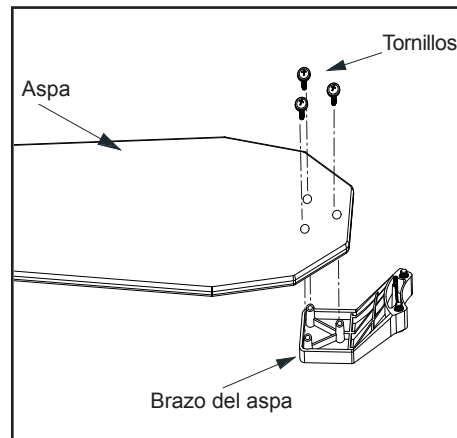

Figura 15
1. Monta el asa a su soporte usando los tornillos como lo muestra la Figura 15. Inserta el tornillo en el soporte. Repite para los dos tornillos restantes.